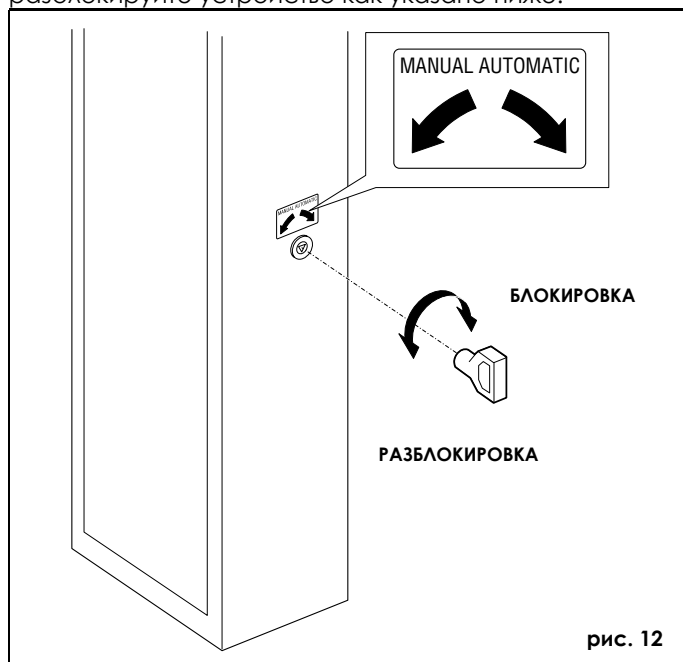

рис. 12
- Вставьте специальный треугольный ключ (рис. 12) в гнездо и проверните его **против часовой стрелки** 1 раз.
- Вставьте поставляемый со шлагбаумом специальный треугольный ключ (рис. 12) в гнездо и проверните его **против часовой стрелки** 1 раз.